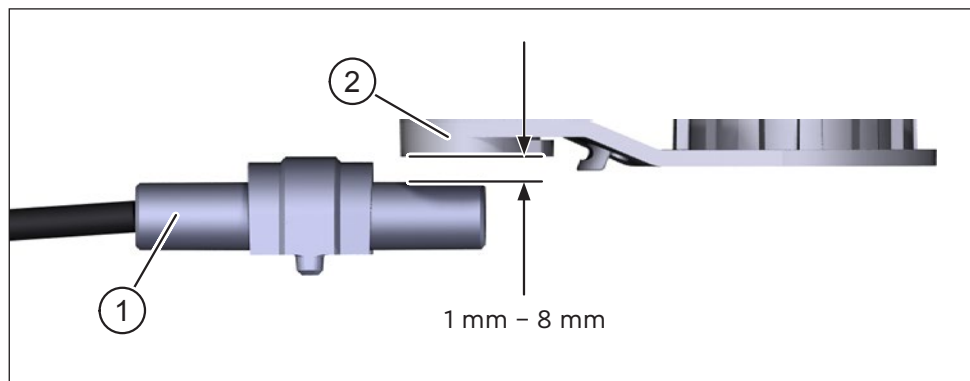

Fig. 3: Montage – Afstand tussen snelheidssensor en magneet
De snelheid van de e-bike wordt gemeten met behulp van een magneet (item 2 in Fig. 3) die pulsen activeert op de snelheidssensor (item 1 in Fig. 3). De snelheidssensor en de magneet worden bij de fabrikant gemonteerd met een afstand tussen 1 mm en 8 mm (zie Fig. 3) in de buurt van het achterwiel.